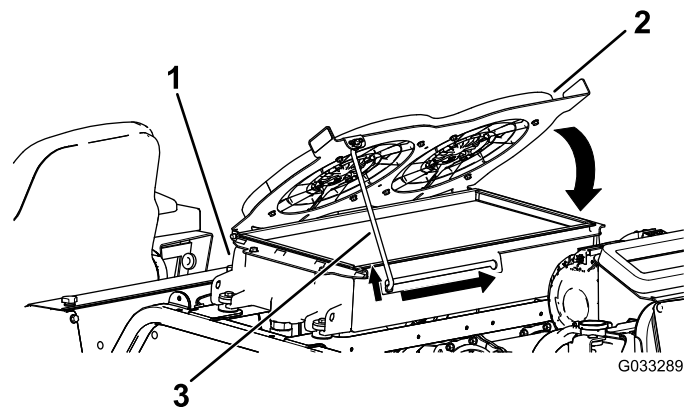

Bild 123
4. Drehen Sie die Hydraulikkühlventilatoren nach unten und arretieren Sie die Stützstange in der Kerbe (**Bild 123**).